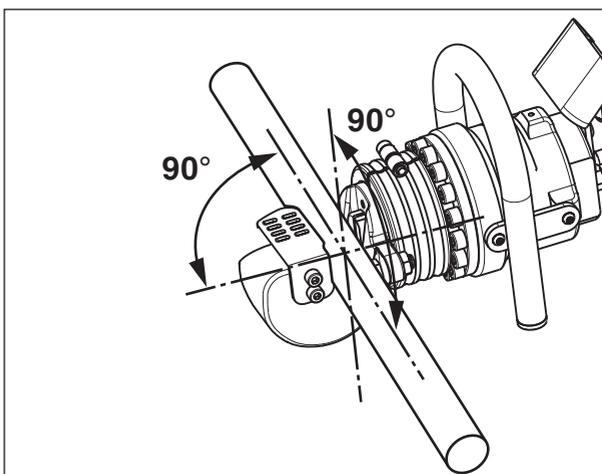

Figure 7, Pose du matériau sur la tête
Mettez le matériau à couper entre les lames de la cisaille, de manière à ce qu'il soit perpendiculaire à l'axe du piston, comme illustré à la Figure 7. Ce positionnement fournira la découpe de la meilleure qualité, tout en sollicitant le moins possible la cisaille.
3. Positionnez le matériau à couper entre la lame fixe et la lame mobile. Assurez-vous qu'il soit perpendiculaire à l'axe du piston, comme indiqué sur la Figure 7. Reportez-vous aux instructions de la section 8.5 pour tout complément d'information.